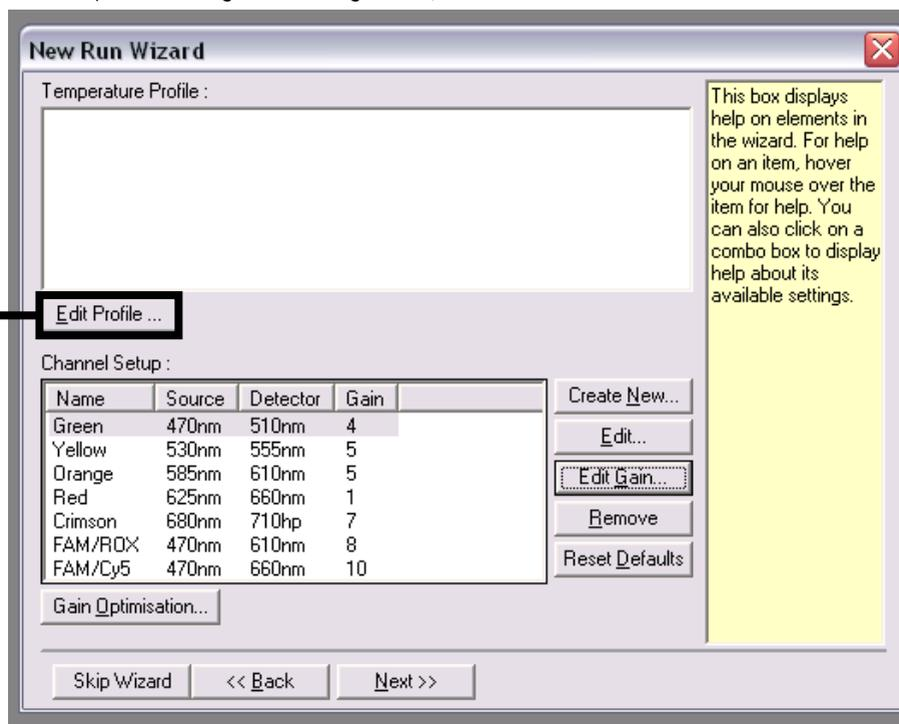

**Figure 8. Modification du gain.** À titre d'exemple, la figure montre le réglage du gain sur la valeur 4 pour le canal Cycling Green.
Modification du gain	Figure 8, Figure 9
10. Modifier le gain pour chaque canal, comme indiqué sur la **Figure 8**. Les réglages du gain final pour chaque canal sont indiqués sur la **Figure 9**.